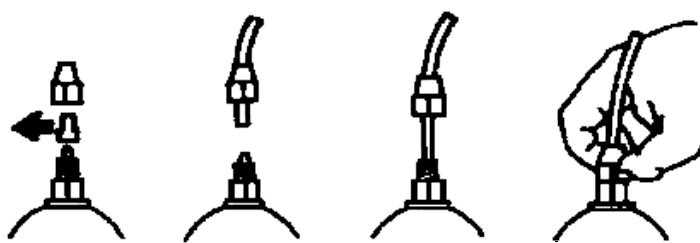

Abb. 7
e.- Die beiden Schutzkappen von den Anschlüsse entfernen, die Leitungen an den entsprechenden Kegelanschlüssen vollständig einführen und mit den zugehörigen Nutmuttern befestigen (Abb. 7).